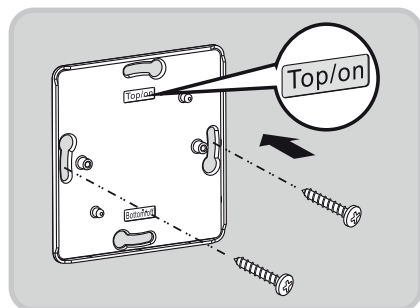

Fig. 10
- Montera stödramen på väggen med skruvar (se Fig. 10).